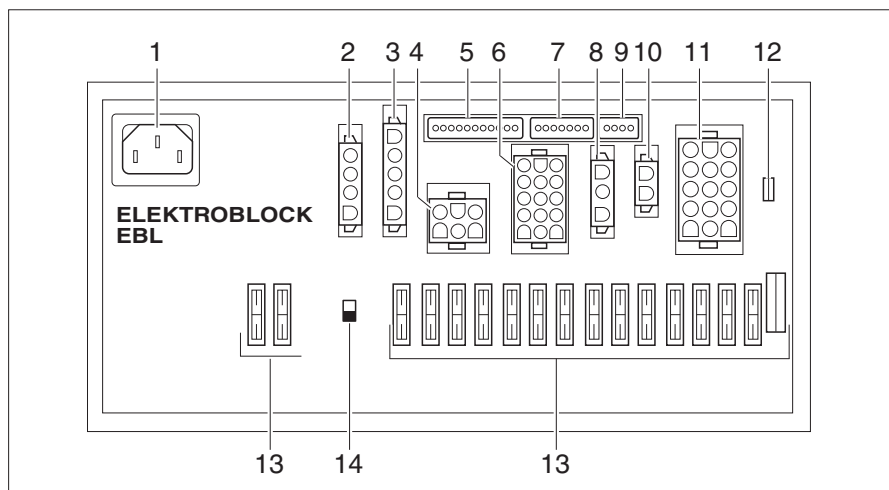

Bild 222 El-block (EBL 102)
Beroende på modell är el-blocket (Bild 222) monterat i stolkonsolen under förarstolen eller i området vid garaget resp. barsittgruppen (Globeline).
- ▷ Batteribrytaren (Bild 222,14) skiljer alla förbrukare som är anslutna på el-blocket från 12 V-nätet.